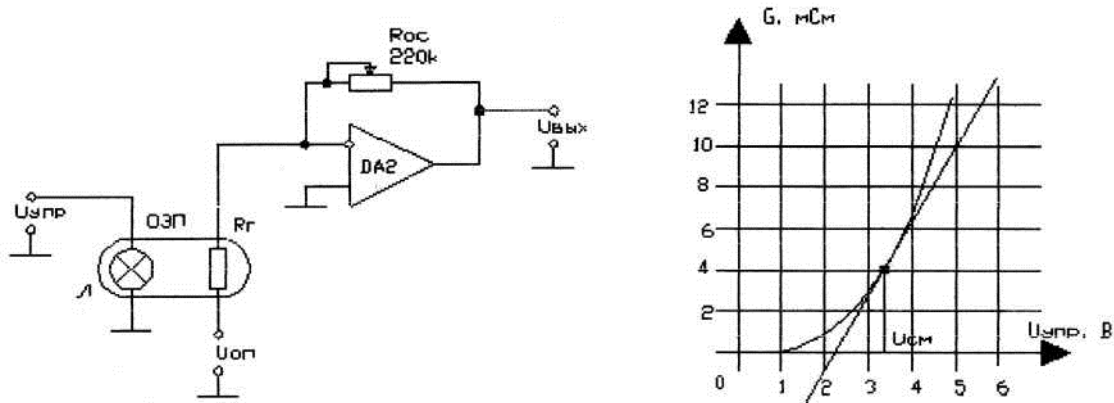

Рисунок 2 – Управляемый усилитель и вид регулировочной характеристики ОЭП.
Напряжение  $U_{\text{ср}}$  задает точку покрда на регулировочной характеристике оптрона (зависимость проводимости  $\gamma$  фоторезистора  $R_f$  от напряжения на лампе Л, рис.2).
Перед началом исследований работы стабилизатора переменного напряжения снимается зависимость сопротивления фоторезистора оптрона от напряжения на лампе и строится регулировочная характеристика оптрона. Из регулировочной характеристики определяется точка покоя и необходимое напряжение смещения для лампы оптрона. После этого собирается и настраивается схема управляемого усилителя (рис.2). Затем собирается схема стабилизатора и исследуется качество стабилизации при изменении входного напряжения.
2.1. Установить выходное напряжение эмиттерного повторителя равным напряжению  $U_{\text{см}}$ . Собрать схему управляемого усилителя (рис.2). Включить генератор и подать на вход усилителя гармонический сигнал частотой 50Гц и амплитудой 2В. Контролируя осциллографом сигнал  $U_{\text{вых}}$ , установить такое значение  $R_{\text{ос}}$ , при котором амплитуда напряжения  $U_{\text{вых}}$  будет составлять 10В. Временно снять питание со схемы, измерить установленное значение  $R_{\text{ос}}$  и указать в отчёте.